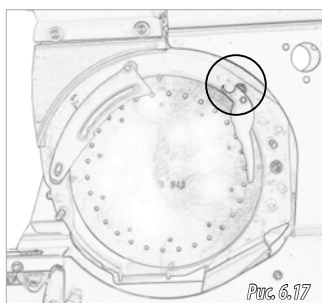

Рис. 6.17
- 3- Открутить круглую ручку предохранительной колодки (рис. 6.17).